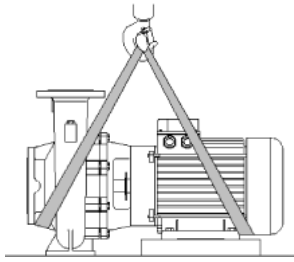

Fig. 2: Транспорт на помпата
- При това транспортните халки на мотора служат само за направляване при захващане на товара (Виж Fig. 2).